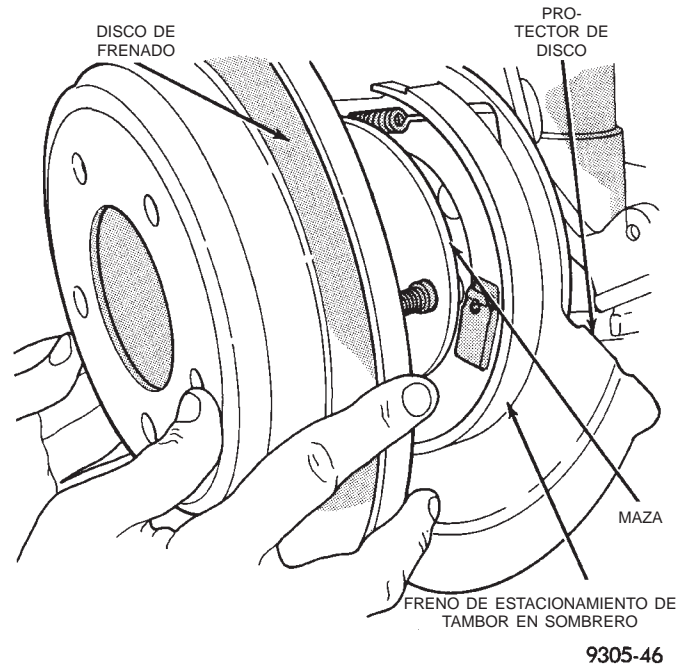
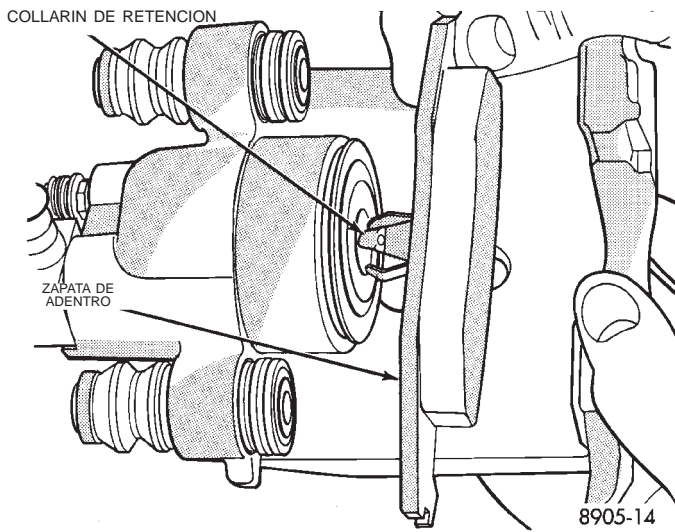

Fig. 77 Rotor de freno trasero
Fig. 79 Desmontaje de la zapata de freno de adentro
(6) Retire el rotor trasero del conjunto de maza/cojinete (Fig. 77). Inspeccione luego las zapatas de freno de estacionamiento de tipo de tambor en sombrero y la superficie del freno de estacionamiento del rotor, para detectar posibles signos de daños o des-
(8) Tire de la pastilla de freno de adentro, hasta que el collarín de retención se libere de la cavidad del pistón. (Fig. 79).
(1) Retraiga completamente el pistón del calibrador para emplazarlo nuevamente en el hueco del pistón del conjunto de calibrador. Esto es necesario para la instalación del calibrador con conjuntos de zapata de freno nuevos.
(2) Lubrique los dos topes del adaptador con una cantidad generosa de Mopar® Lubricante multipropósito o equivalente.
(3) Instale el rotor trasero en la maza, asegurándose de que asiente a escuadra en la superficie de la maza (Fig. 77).
(4) Retire el papel de protección de la junta supresora de ruido de los conjuntos de pastillas de freno de adentro y de afuera (si estuvieran instalados).
(5) Instale el nuevo conjunto de zapata de freno de adentro en el pistón del calibrador, apretando con firmeza con los pulgares en el hueco del pistón (Fig. 79). **Asegúrese de que el conjunto de zapata de freno de adentro esté emplazado a escuadra contra la superficie del pistón del calibrador.**